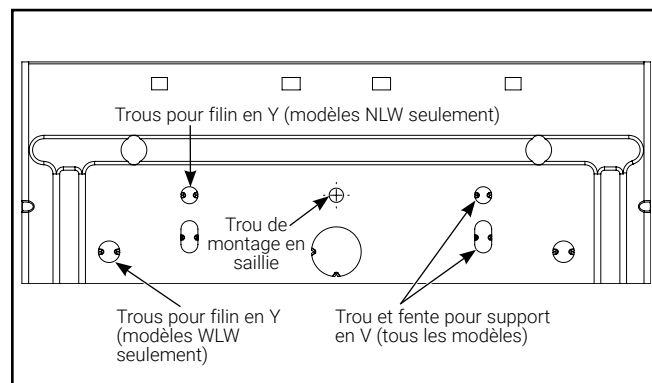

Figure 5.
4. Pour un montage en saillie, utilisez les trous de montage fournis qui sont situés à chaque extrémité du boîtier du luminaire (figure 5). La quincaillerie appropriée doit être utilisée (fournie par un tiers).